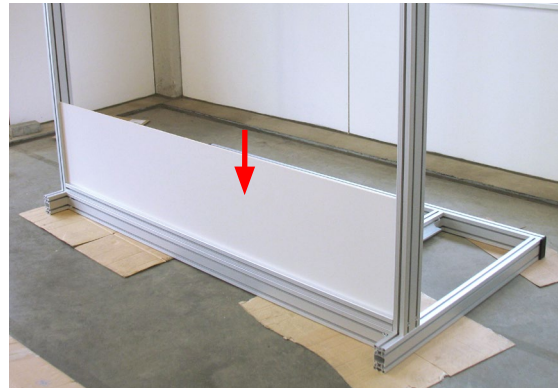

Abb. 3.1-19
Schritt ② Die Blende **A2b** wird ebenfalls in der vorderen Führungsnut (vom Bediener ausgehend) zwischen den Seitenständern angebracht und hinunter bis zum langen Rahmenteil **A2c** geführt (**Abb. 3.1-19**). Hier ist darauf zu achten, dass die Blende richtig in die Nut einrastet.